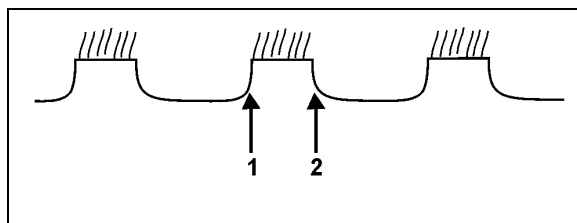

Рис. 31
- **Рис. 31** – 1-й ряд дисков сдвиньте вправо и проверьте заново.